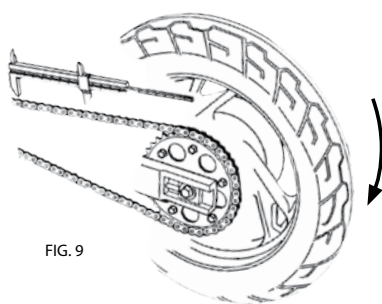

FIG. 9
1. Porre la catena in tensione. Se la catena è montata sulla moto, tensionare il ramo superiore inserendo una marcia bassa e girando opportunamente la ruota posteriore (fig. 9). Se la catena non è montata sulla moto, va appoggiata su un piano orizzontale, fissandola ad una estremità e mettendola in tensione tramite un peso di circa 20 Kg applicato all'estremità opposta (fig. 10).
1. Place the chain under tension. If the chain is assembled on the motorcycle, tension the upper strand by placing the transmission in a low gear and rotate the rear wheel (fig. 9). If the chain is disassembled, place the chain on table, securing it at one end and applying a tension load of approx. 20 kg (45 lbs) at the opposite end (fig. 10).
2. By using calipers or a precision millimeter scale, measure the distance between two pins center at a number (N) of links a part (see table).